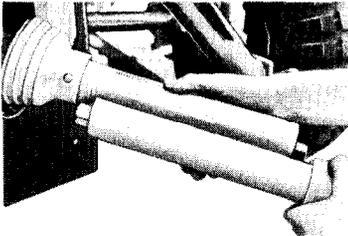

Fig. 3
2. Beim ersten Anbau vordere Gelenkwellenhälfte auf die Schlepperzapfwelle stecken. **Gelenkwellenrohre** jedoch **nicht ineinanderschieben**, sondern durch Aneinanderhalten (Fig. 3) prüfen, ob die Gelenkwellenrohre in jeder Stellung der Schlepperhydraulik einerseits noch mindestens 60 mm **ineinandergreifen** und andererseits nicht gegen die Kreuzgelenke stoßen. (Bei zu langen Gelenkwellenrohren müssen beide Seiten einschließlich Gelenkwellenschutz gekürzt werden.)